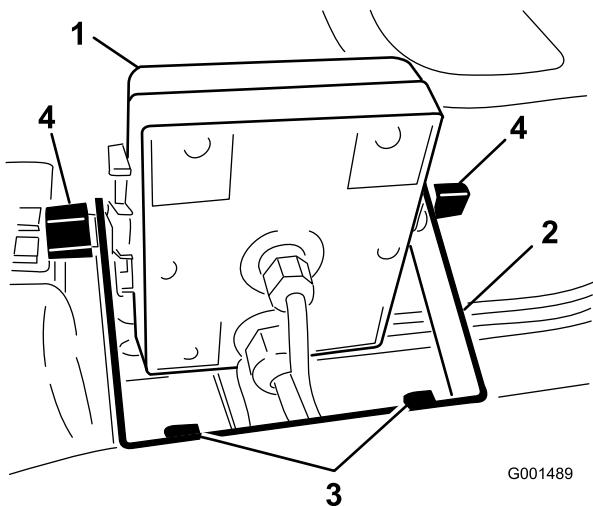

図 5
- モニタのブラケットをダッシュボードに取り付ける； フランジヘッド・ボルト (1/4 x 3/4 in) 2本とフランジ・ナット (1/4 in) 2本を使用する(図 5)。
6. ブラケットにスプレー・プロを取り付け(図 5)、ノブで固定する。